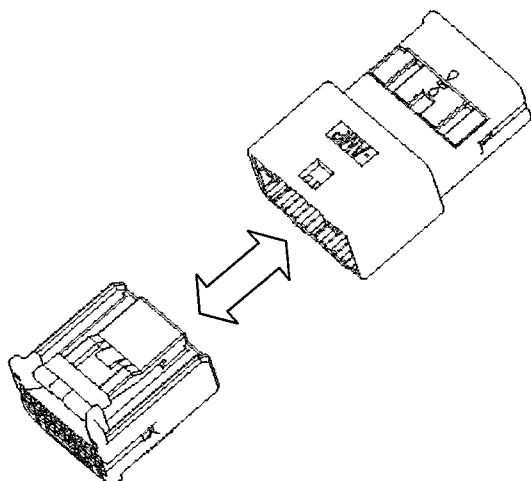

Fig. 15
- (2) 次に、端子の変形・変色・傷・錆、ハウジングの変形・割れ・欠損・変色等の異常がないか確認して下さい。
- (3) 指定のオス・メス・ハウジングをFig. 15の様な向きにまっすぐ挿入して下さい。